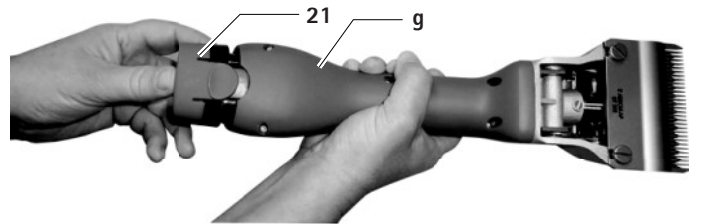

Abb. 2
- Li-Ionen-Akku **21** herausziehen, laden und/oder geladenen Ersatz-Li-Ionen-Akku GT641 (3INR19/66-1) in Akku-Schermaschine **g** schieben, siehe Abb. 2.